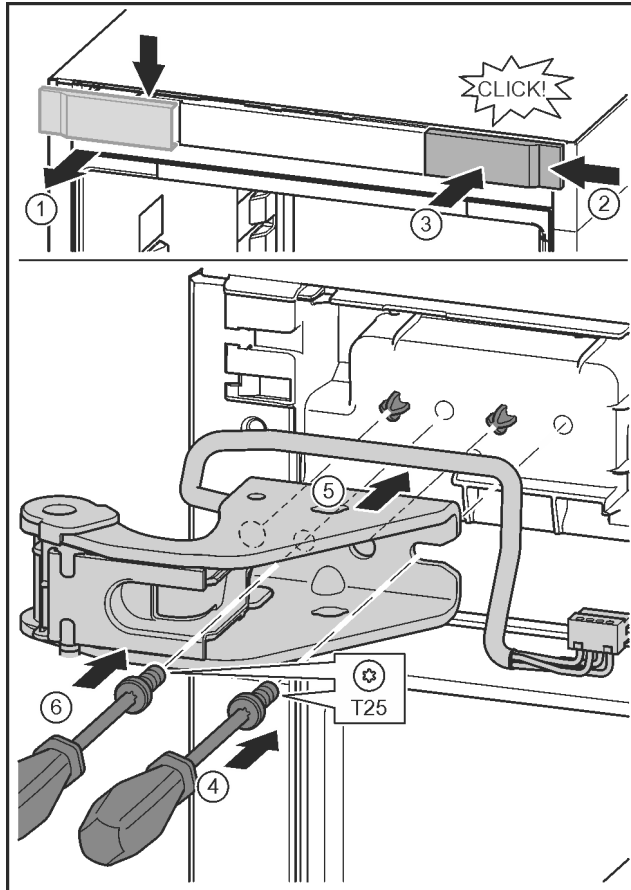

Fig. 33
- Abdeckung lösen und seitlich abnehmen. Fig. 33 (1)
- Abdeckung um 180° gedreht auf der anderen Seite von rechts einhängen. Fig. 33 (2)
- Abdeckung einrasten. Fig. 33 (3)
- Schraube mit Schraubendreher T25 ansetzen. Fig. 33 (4)
- Oberen Lagerbock ansetzen. Fig. 33 (5)
- Schraube festdrehen. Fig. 33 (4)
- Schraube mit Schraubendreher T25 einsetzen und festdrehen. Fig. 33 (6)